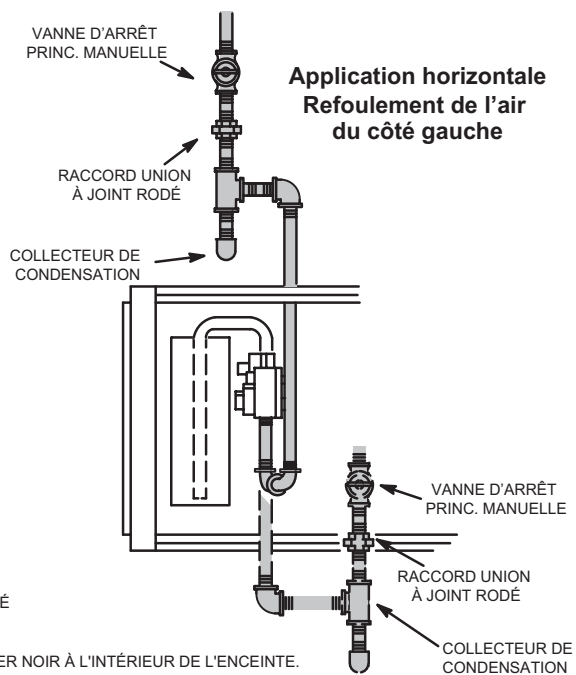

FIGURE 50
- 1 - La canalisation de gaz peut être acheminée jusqu'à l'unité sur le côté gauche ou le côté droit en configuration ascendante et au-dessus ou en dessous de l'unité en configuration horizontale. La canalisation d'alimentation entre dans la vanne de gaz par le côté, comme illustré aux FIGURE 49 et FIGURE 50. Connectez la canalisation de gaz sur la vanne. La canalisation de gaz doit être serrée à un couple minimum de 350 livres et un maximum de 800 livres sur la vanne de gaz.
- 3 - La canalisation de gaz ne doit pas traverser les conduits d'aération, les chutes à linge sale, les cheminées ou conduits d'évacuation de gaz, les monte-plats ou les cages d'ascenseur. Centrez la canalisation de gaz dans l'ouverture. La canalisation de gaz ne doit pas toucher le côté de l'unité. Reportez-vous à la FIGURE 49 et à la FIGURE 50.